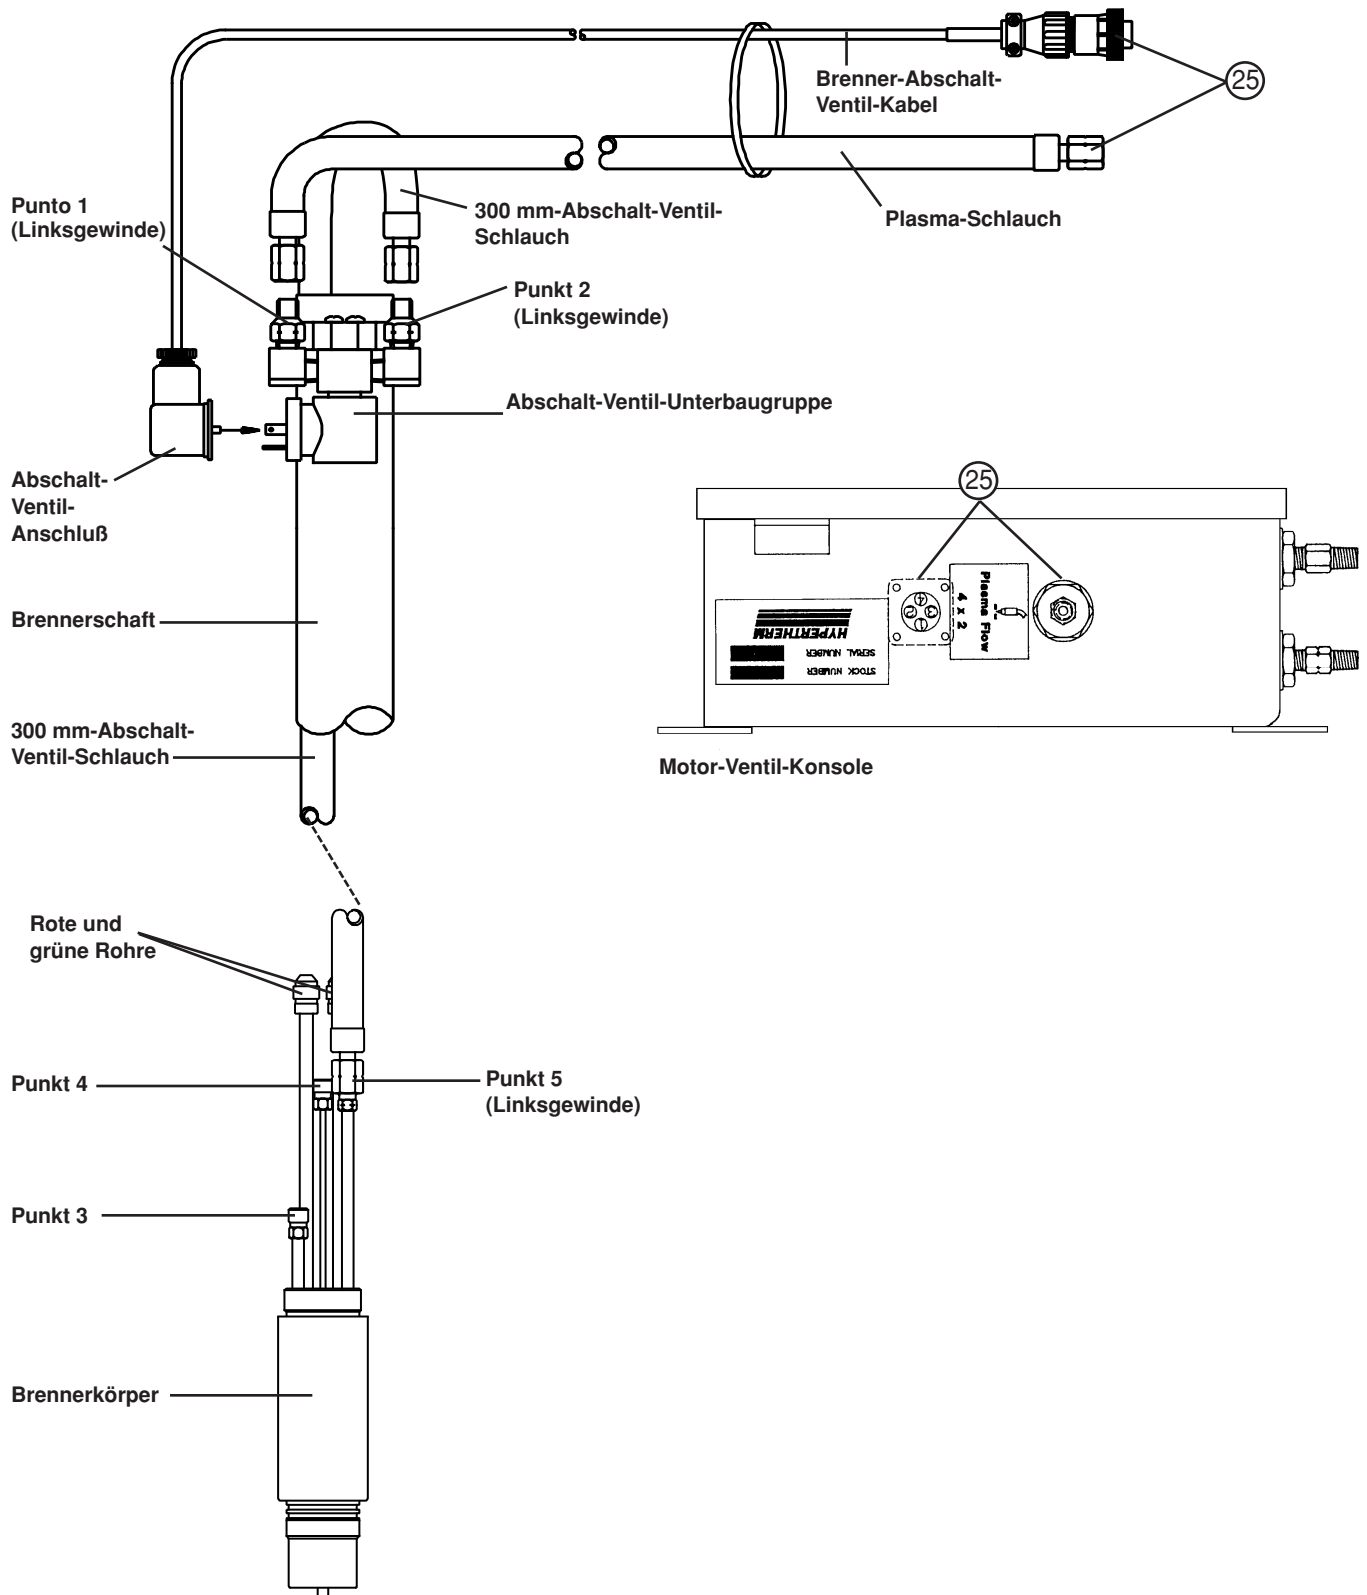

Abbildung 4-17 Anschlüsse des HT2000-Maschinenbrenners
②④ Schlauchpaket des HT2000-Brenners – entfernte Hochfrequenz-Konsole an Brenner (Abbildung 4-17)
②⑤ Kabel/Schlauch: Motor-Ventil-Konsole an Brenner (Abbildung 4-17)